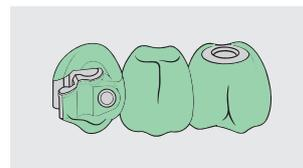

Fig. 3
**Wichtiger Hinweis:** Die Matrize muss zirkulär mit **mindestes 1 mm Wachs** überdeckt werden (Fig. 3).